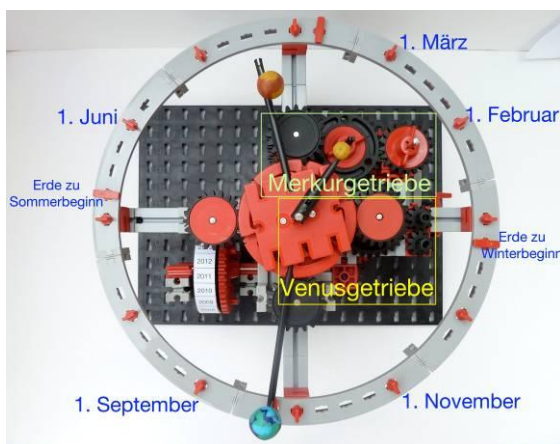

Abb. 19: Datumseinstellung
- **Getriebekopf:** Der Getriebekopf ist in Abb. 19 dargestellt. Er ermöglicht es, drei Zeiger konzentrisch um eine Achse zu bewegen und eignet sich daher auch sehr gut für Uhren mit Stunden-, Minuten- und Sekundenzeigern. Das obere Z40 besitzt überhaupt keine Nabe,
- **Datumseinstellung:** Die Datumseinstellung funktioniert über den durch eine Schnecke angetriebenen Jahreszähler und die Positionierung der Erde über dem äußeren Datums Kranz (Abb. 19).